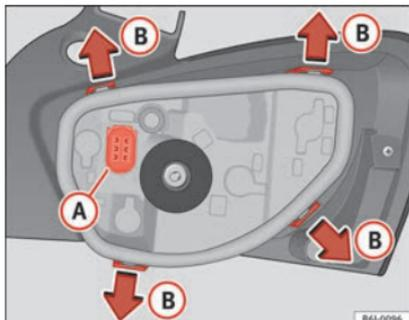

Fig. 196 Cambio de lámparas de las luces posteriores.
- Retire el portalámparas separándolo de la carcasa. Presione para ello las pestañas (B) en el sentido de las flechas » fig. 196.